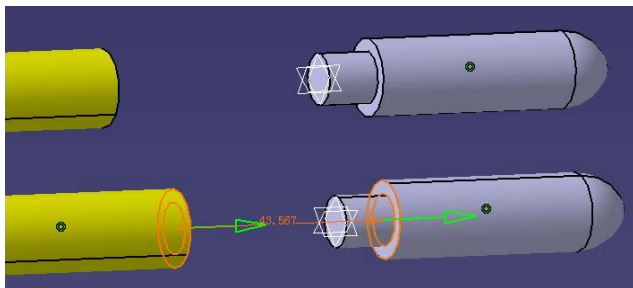

图 5-14
(3) 用  功能选择相对应的面，距离设为 0mm（见图 5-14）。